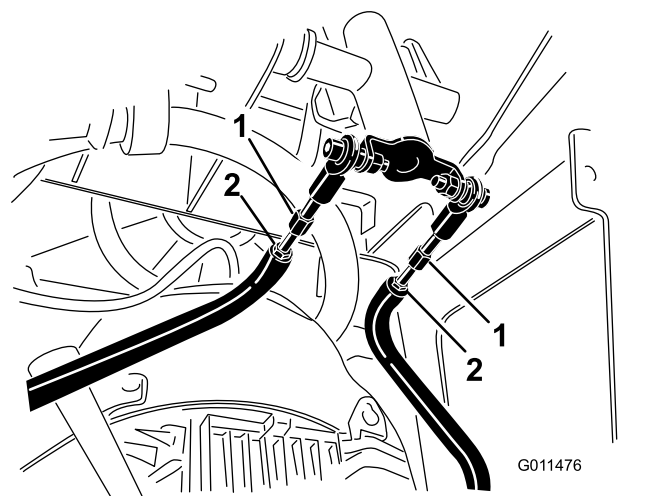

Figura 51
- Allentate i controdadi situati sulle aste di trazione, al di sotto della plancia (Figura 51).